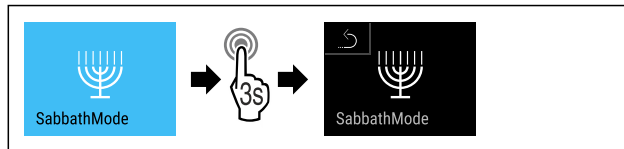

Fig. 14
- Изпълнете стъпките (виж Fig. 14).